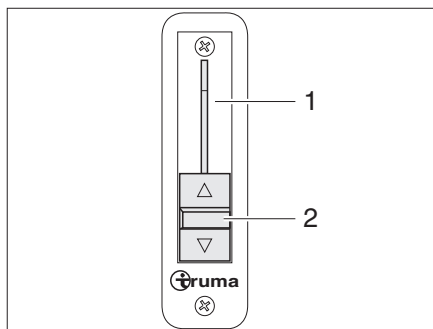

Fig. 21 Bloqueo de barra
El regulador de corredera (Fig. 21,2) para el bloqueo de barra (Fig. 21,1) está en la parte exterior izquierda en el salpicadero.
- Empujar la palanca (Fig. 21,2) totalmente hacia abajo. El bloqueo de barra está cerrado.